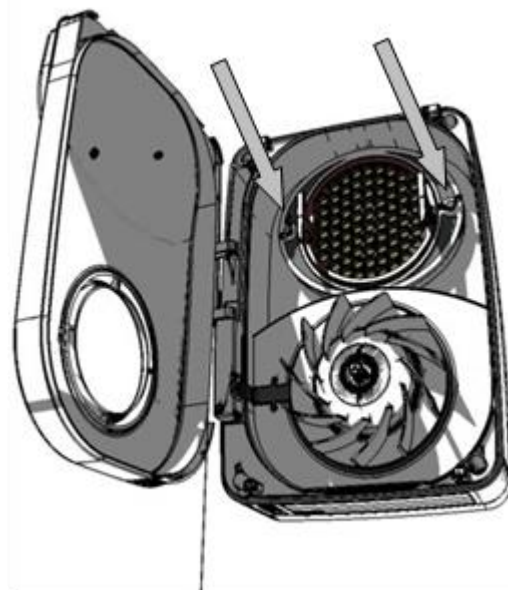

Figura 15
10. Fermare in posizione lo scambiatore di calore con l'anello di fissaggio, assicurandolo con le due viti (Figura 15).